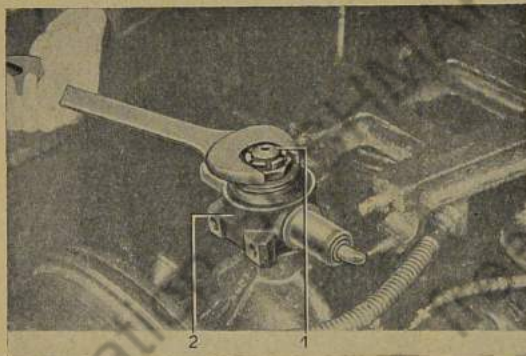

Bild 732: Kronenmutter vom Achsbolzen abschrauben
9. Kronenmutter für Lagerzapfen am Achsbolzen entsplinten und abschrauben (Bild 732).